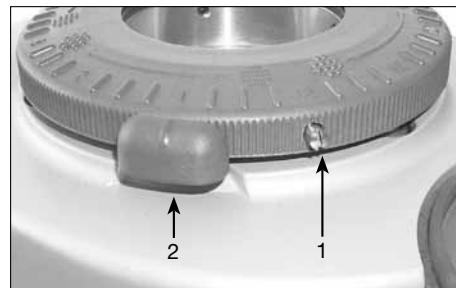

Fig. 2 - Montaggio errato
7. Infine, inserire la ghiera di regolazione facendo attenzione che la vite di bloccaggio della tramoggia si trovi in anticipo, in senso antiorario, rispetto al perno di arresto macine, così come rappresentato in figura 1. In fig.2 è mostrato, invece, un errato inserimento della ghiera di regolazione: la vite di bloccaggio tramoggia (1) si trova dopo il perno di arresto macine (2). E' di fondamentale importanza far notare che in questo caso la vite di bloccaggio tramoggia non consentirà lo scavalcamiento del perno di arresto macine in fase di apertura delle macine stesse per cui, trovandosi le macine già a contatto, risulterà impossibile raggiungere la giusta granulometria del macinato ed il caffè non scenderà dal beccuccio o scenderà a gocce.